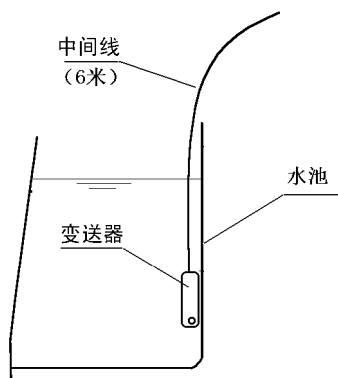

图 4.1
①当中间线长度 > 水箱（池、井）底至液位显控仪距离时：卸去接线盒和法兰，将中间线直接接入液位显控仪中。图 4.1。